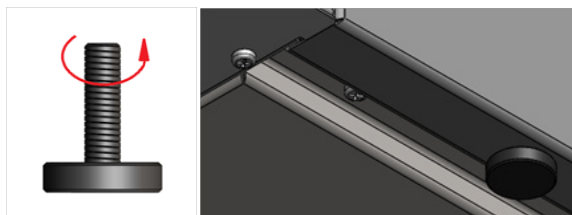

Figure 5. Pied vissé en dessous du plan de travail posable
1. dévissez les pieds de l'appareil posable (Fig. 5)
3. vissez le meuble bas avec l'appareil posable à l'aide des pieds fixés auparavant. (Fig. 5)